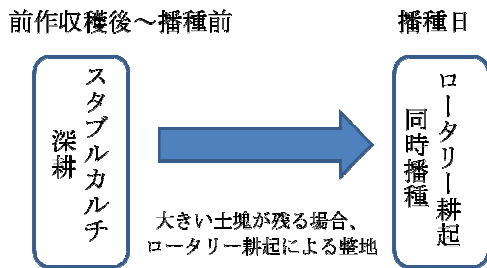

図1 スタブルカルチによる大豆の播種工程
1. スタブルカルチによる深耕は前作収穫後から播種前までに実施し、約20cm深耕すれば、土壌の透水性が改善される（図1、表1）。